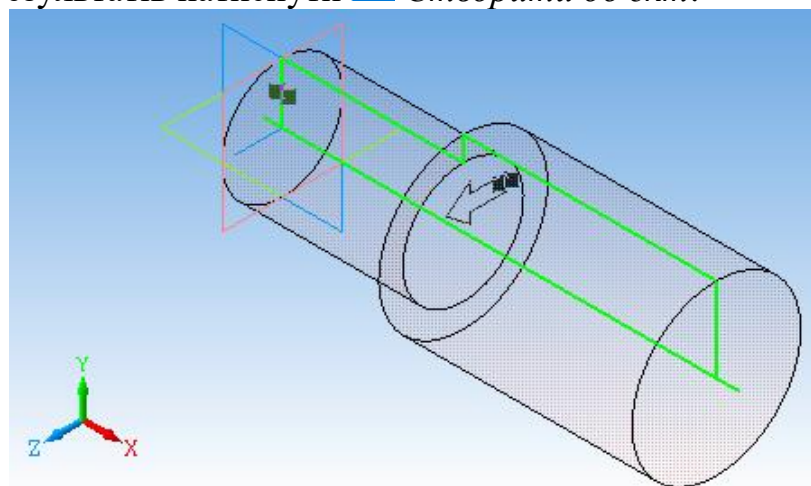

Рис. 7.3
5. На *Інструментальній панелі* вибрати  *Редагування деталі* -  *Операція обертання*. З'явиться фантом вала. На вкладці *Параметри* вибрати  *Сфероїд*, на вкладці *Тонка стінка* вибрати  *Ні* (рис. 7.3). Для збереження результатів натиснути  *Створити об'єкт*.